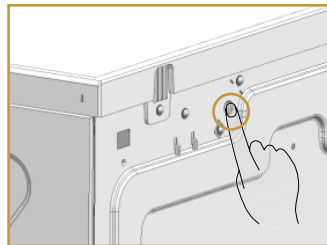

Figura 5
01.O botão reiniciar (Figura 5) está localizado no painel traseiro do aparelho.